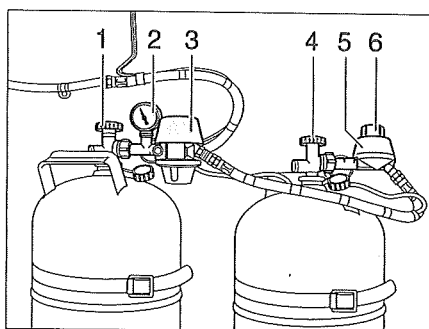
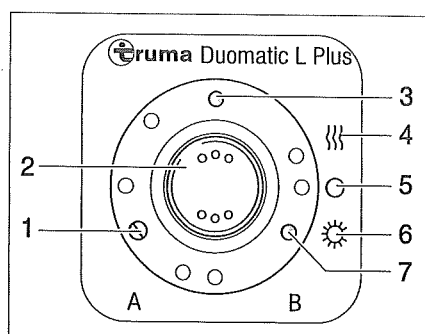

Bild 82 Duomatic-omkopplingsenhet
Bild 83 Kontrollenhet
Duomatic-omkopplingsenheten består av en central regulator (Bild 82,3) och en omkopplingsregulator (Bild 82,5). Med vredet (Bild 82,6) på omkopplingsregulatorn ställer man in vilken gasflaska som ska användas som driftflaska och vilken som ska användas som reservflaska.
På manometern (Bild 82,2) på den centrala regulatorn visas trycket i gasflaskan, ej gasnivån. Med manometern kan gasflaskans täthet kontrolleras.
Med kontrollenheten (Bild 83) kan endast de elektriska funktionerna styras. Gasflaskornas huvudavstängningsventiler (Bild 82,1 och 4) måste öppnas för hand.
- Öppna huvudavstängningsventilerna på gasflaskorna (Bild 82,1 och 4).
- Välj vilken gasflaska som ska prioriteras (driftflaska) med vredet (Bild 82,6) på omkopplingsregulatorn (Bild 82,5).
När vredet står i det röda området tas gasen först från gasflaskan med den centrala regulatorn (Bild 82,3).
När vredet står i det gröna området tas gasen först från gasflaskan med omkopplingsregulatorn (Bild 82,5).
- Slå på Duomatic-omkopplingsenheten på kontrollenheten (Bild 83).
Ställ för detta vippkontakten (Bild 83,2) på vinterdrift "på och uppvärmning" (Bild 83,4) eller på sommarkraft "på" (Bild 83,6). Båda gastryckregulatorerna har nu avluftats. Driftindikeringen (Bild 83,3) lyser.
- Ställ vippkontakten (Bild 83,2) i läge "O" (Bild 83,5). Driftindikeringen (Bild 83,3) slocknar.
- Stäng huvudavstängningsventilerna på gasflaskorna (Bild 82,1 och 4).
Kontrolllamporna på kontrollenheten (Bild 83) signalerar, inne i fordonet, om gasflaskorna är driftklara.
- Kontrolllampan "A" (Bild 83,1): Gasflaskan med den centrala regulatorn
- Kontrolllampan "B" (Bild 83,7): Gasflaskan med omkopplingsregulatorn